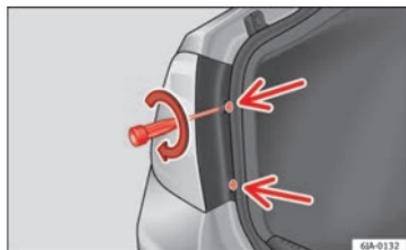

Fig. 167 Montar a unidade traseira
- Com a chave de fendas fornecida ou uma chave Torx 20 (T20) aparafusar (girando para a direita ⇒ Fig. 167) os dois parafusos de fixação da zona frontal do farolim. ■